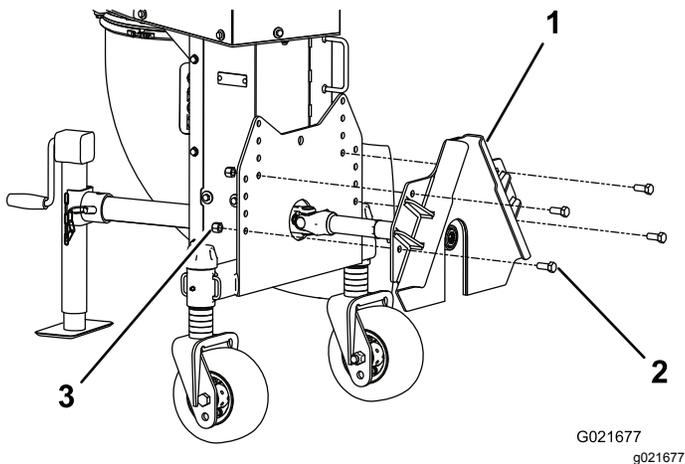

Bild 11
2. Montieren Sie die Montageplatte mit vier Schrauben (1/2" x 1 1/4") und vier Sicherungsmuttern (1/2") am Gebläserahmen (Bild 11).